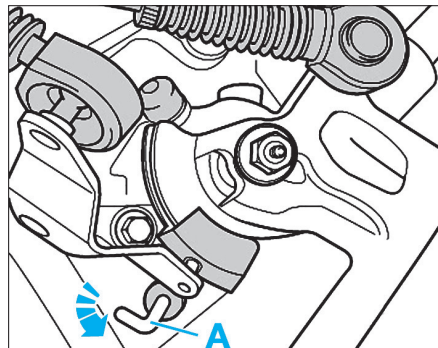

FIG. 36
• Retourner le coude (A) dans sa position initiale comme illustré (Fig.36).